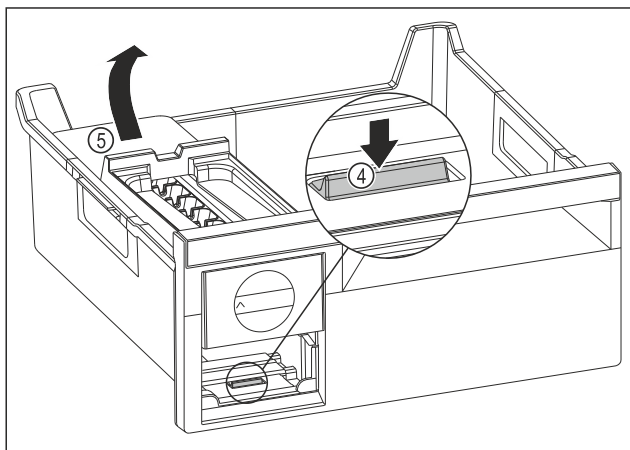

Fig. 78
- ▶ Вийняти корпус EasyTwist-Ice: натиснути накладку Fig. 78 (4) пальцем вниз і одночасно підняти корпус EasyTwist-Ice Fig. 78 (5) ззаду іншою рукою.